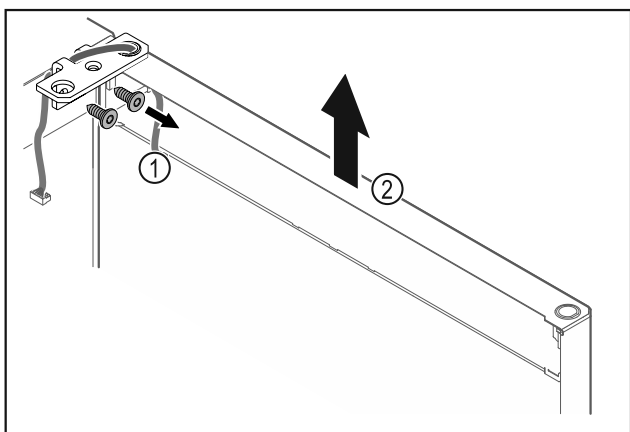

Fig. 24
- Csavarozza le a csuklópántot Fig. 24 (1).
- Az ajtót a csuklópánttal Fig. 24 (2) együtt emelje meg felfelé kb. 200 mm-rel, majd vegye le.